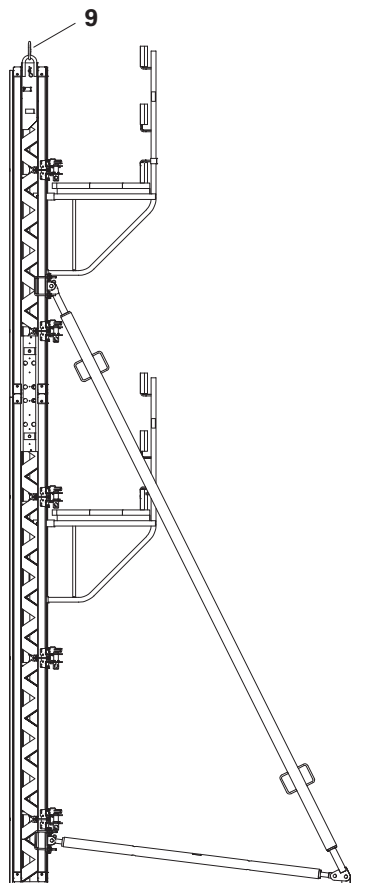

Fig. A5.05
8. Montar estabilizadores y tirantes regulables a las placas base fijadas con bulones. (Fig. A5.05)